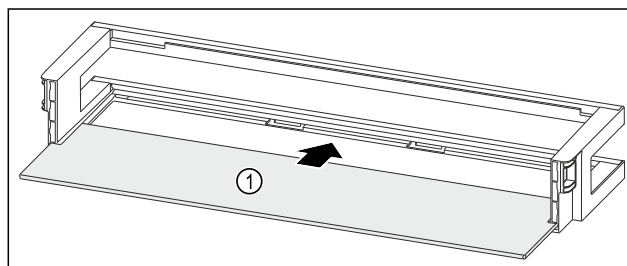

Fig. 232 Balconnet de contre-porte avec tablette de rangement
- Insérer la tablette de rangement Fig. 232 (1) dans les évidements latéraux.